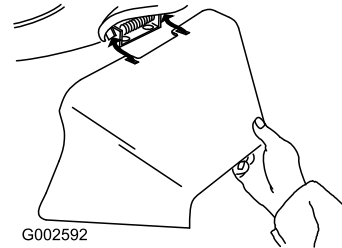

Figura 34
3. Instale el conducto de descarga lateral y cierre la puerta sobre el conducto (Figura 34).